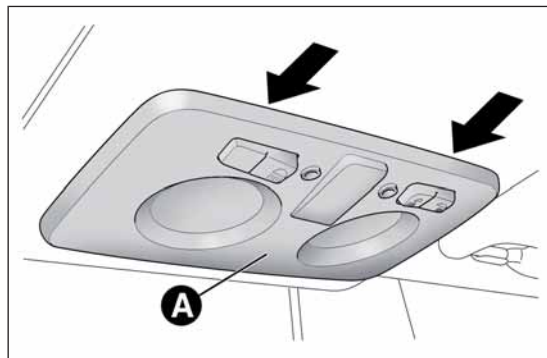
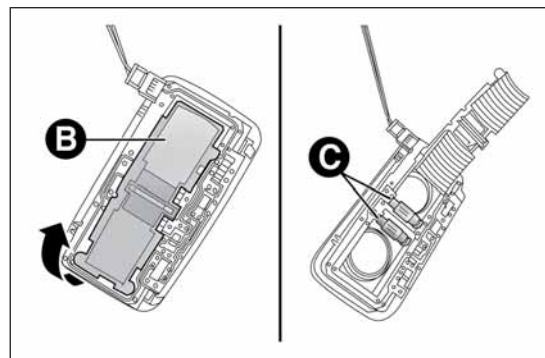

fig. 142
fig. 143
- rimuovi la plafoniera A fig. 142 agendo nei punti indicati dalle frecce;
- apri lo sportellino B fig. 143, sostituisci le lampade C svincolandole dai contatti laterali. Accertati poi che le nuove lampade risultino correttamente bloccate tra i contatti stessi;
- richiudi lo sportellino B fig. 143 e fissa la plafoniera A fig. 142 nella sua sede accertati dell'avvenuto bloccaggio.